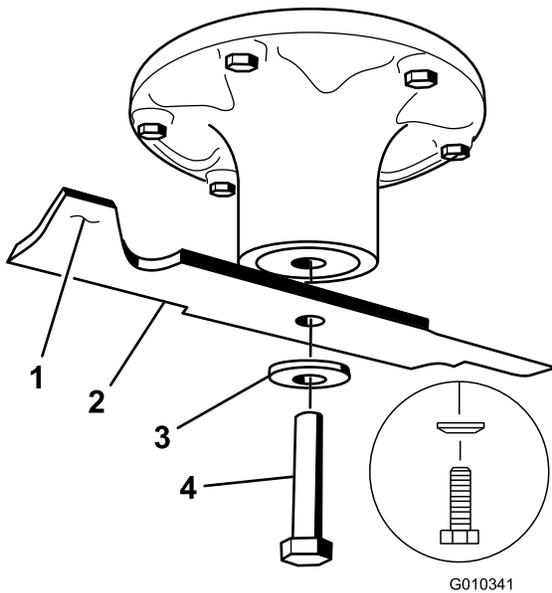

Figure 60
Tenez la lame par son extrémité avec un chiffon ou un gant épais. Enlevez de l'axe, le boulon, la rondelle bombée et la lame (Figure 60).
- A. Limez un peu l'extrémité de la partie relevée seulement (Figure 60).
1. Placez la lame sur l'axe (Figure 60).
2. Mettez en place la rondelle élastique et le boulon de la lame (Figure 60).